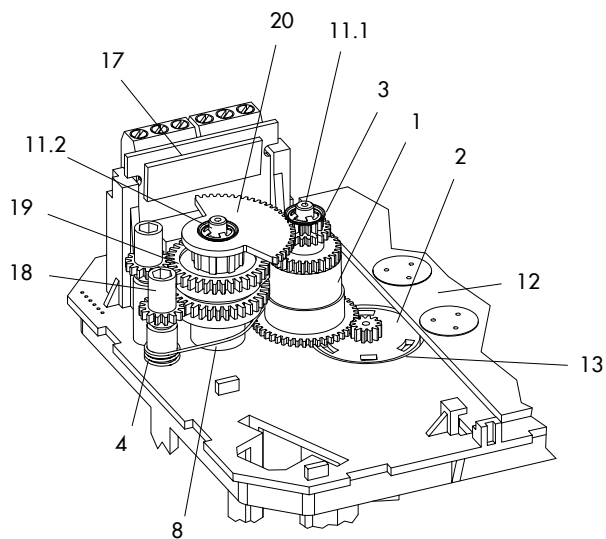
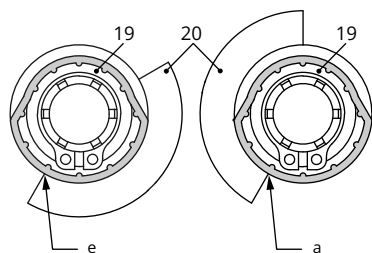

Bild 20: Innenansicht Typ 3374
Bild 21: Schaltnocken und Schaltr  ger
Die Schaltnocken (19) sind mit dem Nockenträger (20) und den Sicherungsringen (9) bereits zur Schaltnockeneinheit (21) vormontiert (vgl. Bild 21).
4. Einstellzahnräder (18) auf ihre Dome stecken und mit je einer Schraube (16) befestigen. Prüfen, ob sich die Einstellzahnräder leicht drehen lassen. Schraube ggf. leicht lösen.
5. Schaltnocken (19) nach Bild 21 entsprechend der Stellung der Antriebsstange auf dem Nockenträger (20) verdrehen.
6. Distanzring (8) auf den Dom (11.2) stecken und darauf achten, dass der lange Schenkel der Spannfeder zwischen den Mantelflächen von Distanzring und Zwischenrad liegt.
7. Schaltnockeneinheit (20) nach Bild 20 entsprechend der Stellung der Antriebsstange auf den Dom stecken. Dabei darauf achten, dass der äußerste Zahn der Schaltnockeneinheit mit dem Zahnrad des Zwischenrads (1) in Eingriff ist. Auch die Einstellzahnräder (18) müssen mit den Zahnradern der Schaltnockeneinheit (20) im Eingriff sein.
8. Schaltnockeneinheit (21) und Zwischenrad (1) mit Zackenring (3) sichern, Zackenring dazu bis zum Anschlag herunterdrücken.
9. Klemmenplatine (17) unter ca. 45° mit den Schaltern zu den Zahnradern weisend am Fuß der Halterung ansetzen, dann oberes Ende in Richtung Zahnräder schwenken, bis die Platine einrastet.